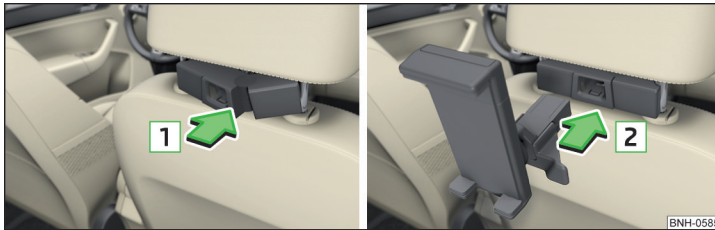

Abb. 97 Einsetzen: Adapter / Halter
- Zum **Einsetzen** den geöffneten Adapter an die Führungsstangen der Kopfstütze vorn ansetzen und in Pfeilrichtung **1** einclippen » Abb. 97 » !.